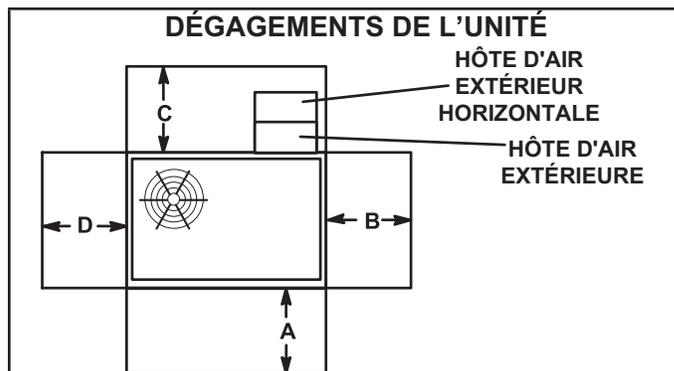

FIGURE 1
Reportez-vous aux dégagements de l'unité à la FIGURE 1.
- 1 - Les dégagements d'installation spécifiés doivent être respectés lors de l'installation de l'unité. Reportez-vous au FIGURE 1.